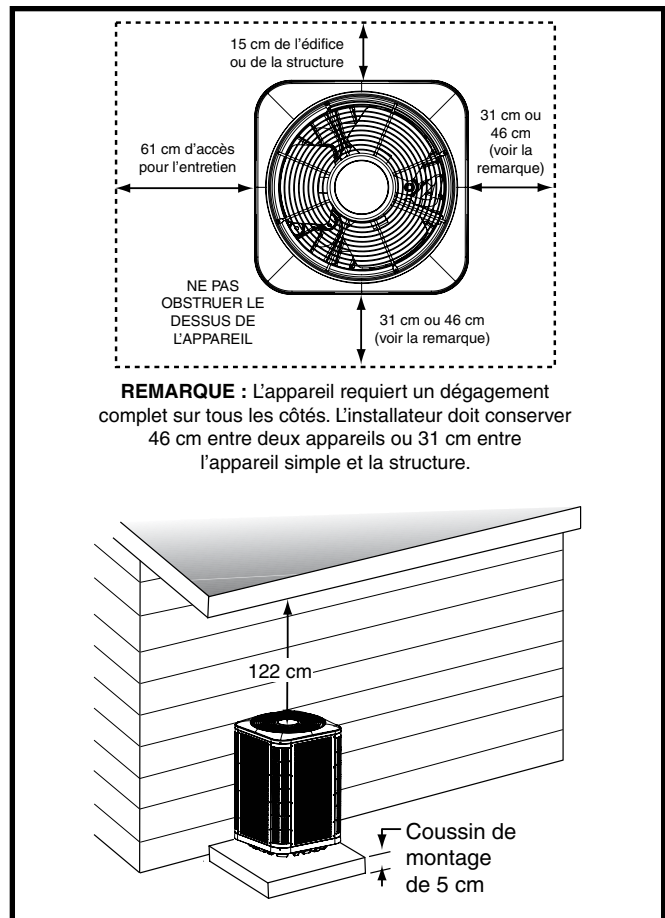

Figure 1. Dégagements requis
- Un dégagement suffisant pour permettre à l'air de circuler sans obstruction à travers le serpentin extérieur doit être maintenu pour obtenir le rendement nominal. Voyez la Figure 1 pour les exigences relatives au dégagement minimal.
- Les obstacles aériens (Figure 1), les zones mal aérées et les zones propices à l'accumulation de débris sont à proscrire.
- Les dégagements doivent respecter ceux qui sont illustrés à la Figure 1.
- Une dalle de montage (Figure 1) doit être installée et séparée de la fondation de l'édifice. La dalle doit être au niveau et assez résistante pour supporter le poids de l'appareil. La dalle doit être à au moins 5 cm au-dessus du sol et offrir un drainage adéquat.